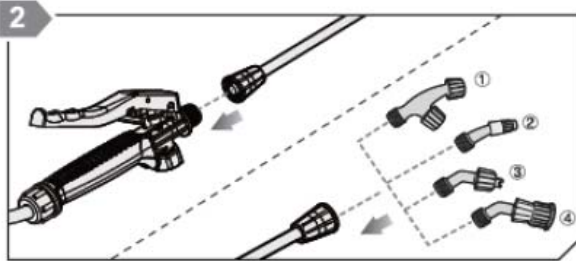

Abb. 17: Montage der Sprühpistole
Schritt 2: Installieren Sie die Pistolenstange am Pistolengriff (Abb.17).
Schritt 3: Installieren Sie eine der vier zur Auswahl stehenden Düsen an der Pistolenstange (Abb.17).